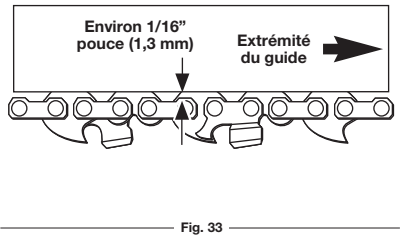

Fig. 33
- **Tension d'une chaîne chaude** - Lors d'une utilisation normale, la température de la chaîne augmente. Les maillons-guides d'une chaîne chaude correctement tendue retombent de la rainure du guide d'environ 1/16 pouce (1,3 mm) (Fig. 33).